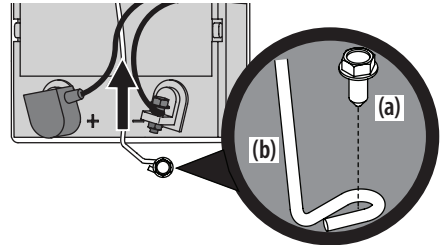

Figura 14
3. Extraiga el tornillo de cabeza hexagonal con arandela (a) que sujeta la barra de sujeción de la batería al marco (b). Luego levante la barra de sujeción (b) de la batería para liberar la batería. Consulte la Figura 14.